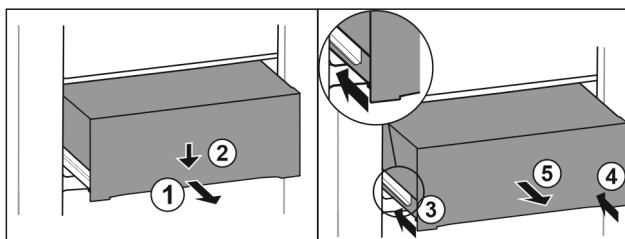

Fig. 156
- ▶ Zásuvku napůl vytáhněte. Fig. 156 (1)
- ▶ Stlačte zásuvku na přední straně dolů. Fig. 156 (2)
- ▶ Zasuňte levou kolejničku přibližně do 2 cm. Fig. 156 (3)
- ▶ Zasuňte pravou kolejničku přibližně do 2 cm. Fig. 156 (4)
- ▶ Vyjměte zásuvku dopředu. Fig. 156 (5)